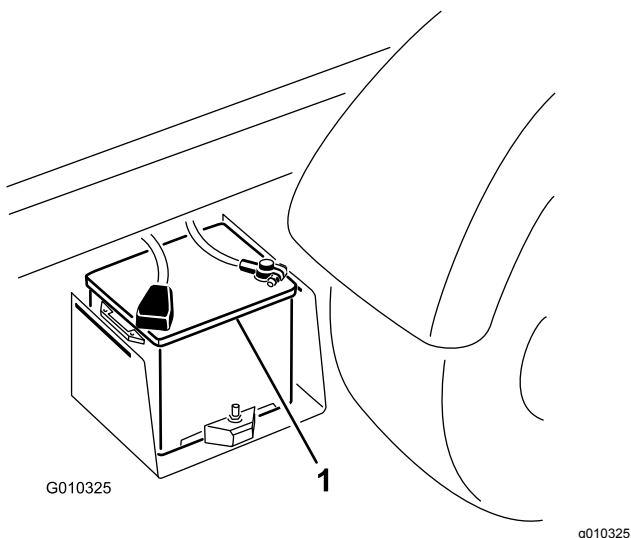

Рисунок 42
2. Соедините кабелем для запуска от внешнего источника положительные штыри двух аккумуляторов (Рисунок 42).